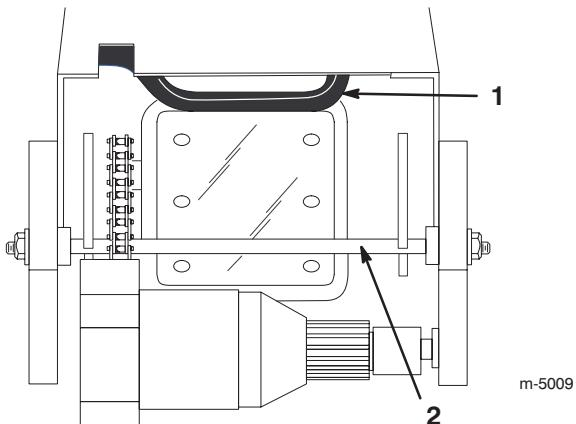

Bild 3
8. Verschieben Sie den Verriegelungsarm, damit die Achse freigegeben wird (Bild 3).
9. Ziehen Sie an der Achse nach oben, wobei der Verriegelungsarm zurück gehalten werden muss (Bild 3).
10. Ziehen Sie die Achse weiter nach vorne, bis die Verriegelungsstange einrastet (Bild 3).